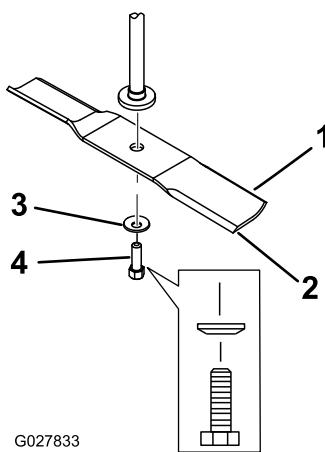

Figura 61
2. Retire del eje el perno de la cuchilla, la arandela curva y la cuchilla (Figura 61).
- Instale la cuchilla en el eje (Figura 61).
- Instale la arandela curva (con la copa hacia la cuchilla) y el perno de la cuchilla (Figura 61).